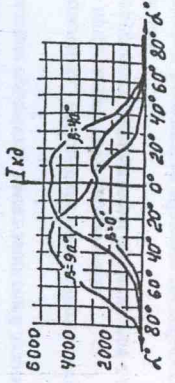

Рис.2
2.1. Распределение силы света прожектора показано на рис. 2.